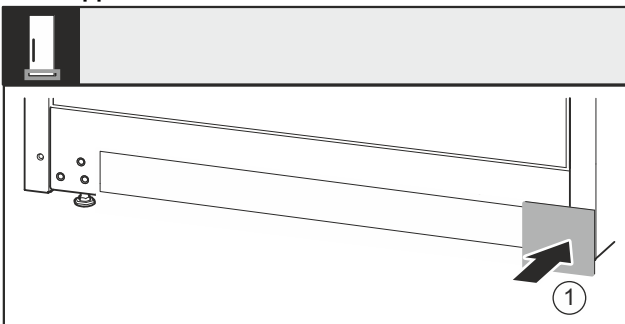

Fig. 39
- ▶ Afdekking Fig. 39 (1) van de andere zijde weer er in steken.